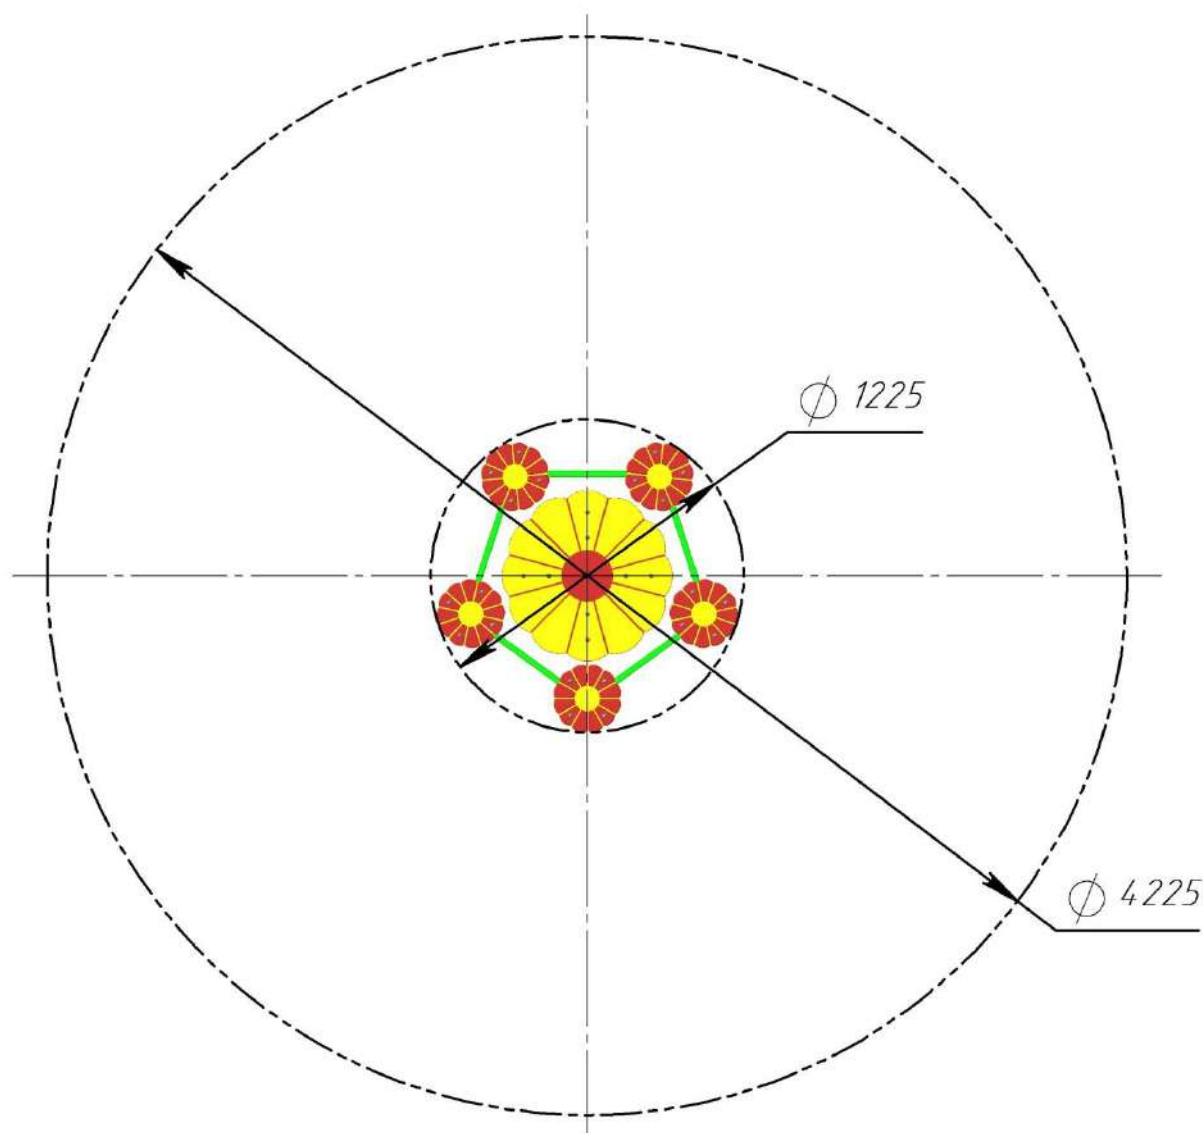

Рис.2 Безопасная зона приземления Столика со стульчиками РТР 039
12.4. Монтаж Столика со стульчиками проводится на ровной площадке, свободной от насаждений. Размер площадки должен обеспечить безопасную зону приземления вокруг Столика со стульчиками в соответствии с рис. 2.